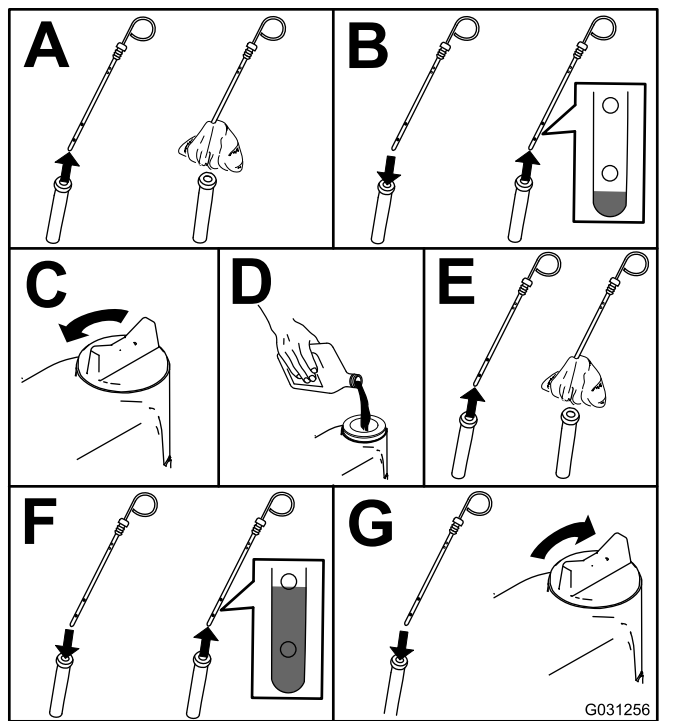

Figura 76
2. Controllate il livello dell'olio motore (Figura 76).